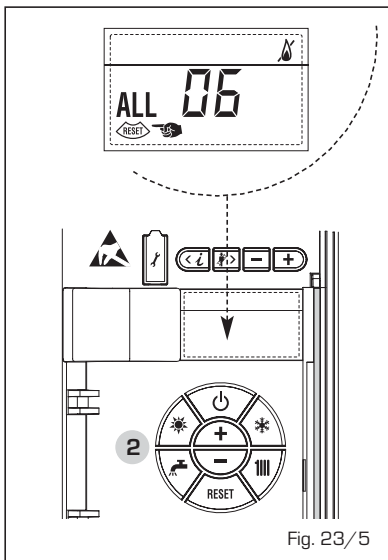

Fig. 23/5
**- ANOMALÍA TERMOSTATO SEGURIDAD/LÍMITE "ALL 07" (fig. 23/6)**